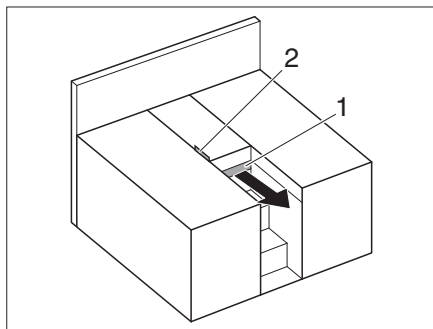
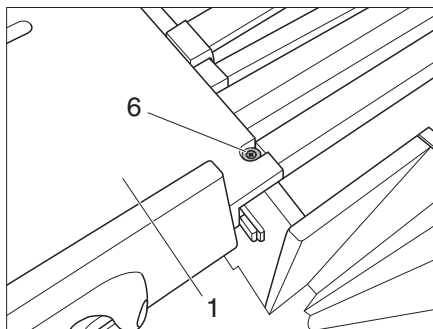

Bild 179 Enkelsängar
Bild 181 Låsbulvar för förlängningen
- Haka av fästremmen (Bild 179,2) och dra ut förlängningen (Bild 179,1).
- Fäst förlängningen (Bild 181,1) i låsbultar (Bild 181,6) resp. använd låsbultarna (Bild 181,6) som fäste för förlängningen (beroende av planritningen).
- Lyft förlängningen (Bild 181,1) från låsbulten (Bild 181,6).
- Skjut in förlängningen (Bild 181,1) och haka fast fästremmen (Bild 179,2).